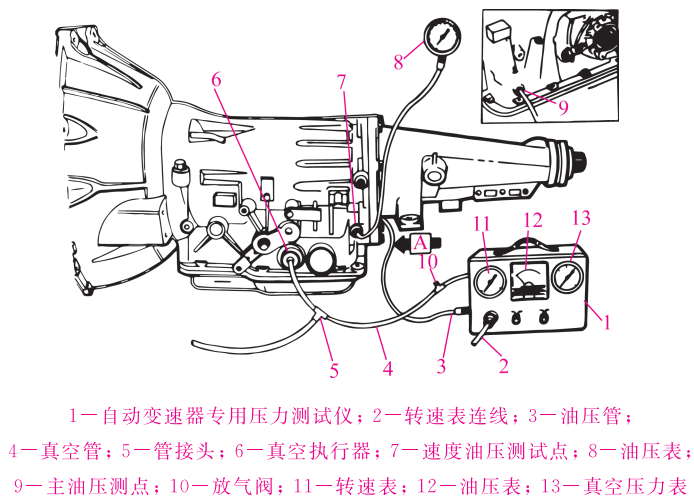

图 6-2 自动变速器液压测试与仪器连接示意图
② 起动发动机, 检查各接头处是否有泄漏, 待变速器油温达到正常工作温度, 开始测量, 自动变速器液压测试与仪器连接如图 6-2 所示。
③ 挂入 D 位, 先记住 D 位怠速时的主油压, 然后迅速将油门踩到底, 记下 D 位失速时的主油压, 在节气门全开位置上停留不要超过 5 s , 以免该挡位的执行系统因过载而受损。
④ 从 D 位回到空挡位怠速运转 2 min , 也可以 $1\,200 \text{ r/min}$ 的转速运转 1 min , 以便使自动变速器油得到冷却。
⑤ 挂入 R 位, 记下 R 位的怠速油压, 迅速将油门踩到底, 记下 R 位的失速油压。(注意: 由于主油压试验是大负荷试验, 因此建议车况特别差的工况下不要做主油压试验)。